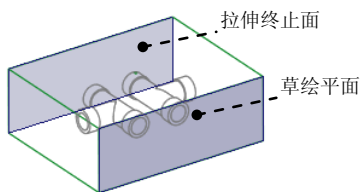

图 15.14 草绘平面和拉伸终止面
(1) 单击 **分型面** 功能选项卡 **形状** 区域中的 **拉伸** 按钮，此时系统弹出“拉伸”操控板。
(2) 定义草绘截面放置属性。使用鼠标右击，从系统弹出的菜单中选择 **定义内部草绘...** 命令；在系统 **选择一个平面或曲面以定义草绘平面** 的提示下，选取图 15.14 所示的坯料前表面为草绘平面，接受默认选取的箭头方向和平面为草绘视图方向和参考平面，方向为 **下**；单击 **草绘** 按钮，系统至此进入截面草绘环境。
(4) 设置深度选项。
① 在操控板中选取深度类型（到选定的）。
② 将模型调整到合适位置，选取图 15.14 所示的模型表面为拉伸终止面。